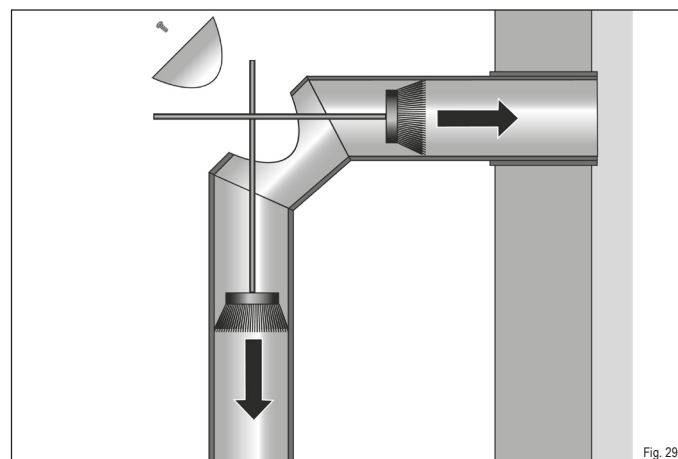

Fig. 29
- Ouvrez la trappe de nettoyage sur le conduit de fumée (Fig. 29).
- Ramassez les débris à l'arrière de la cheminée et vers le bas dans le poêle (Fig. 29).